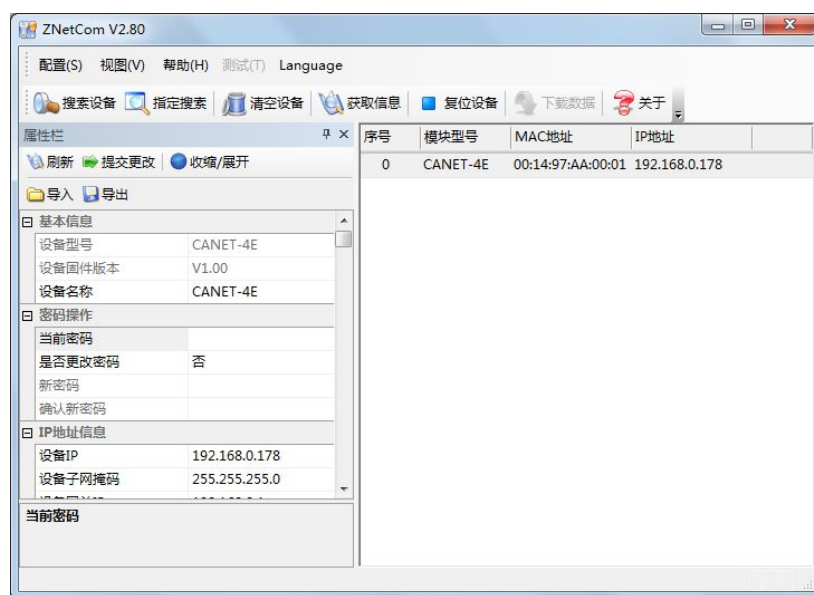

图 4.1 ZNetCom 软件运行界面
3. 双击  运行 ZNetCom 软件（如果是 WIN7 以上系统，需要右击，以管理员身份运行），出现如图 4.1 所示界面。